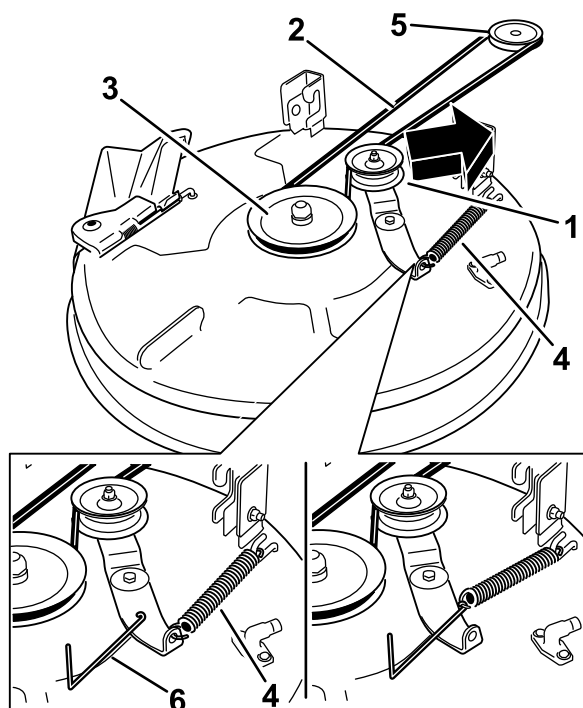
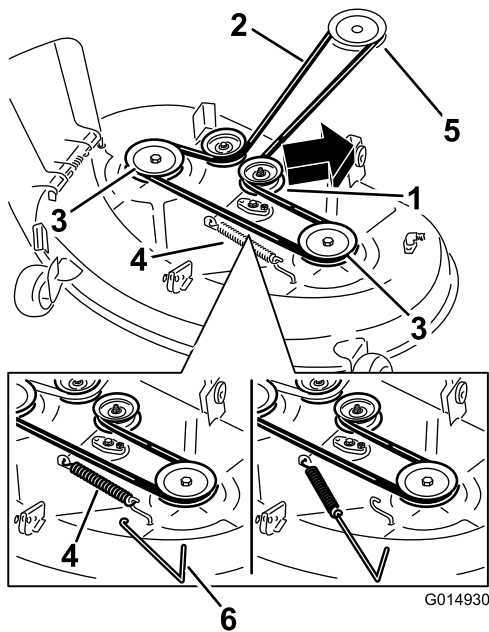

Bild 53
Bild 54
6. Entfernen Sie die Spannscheibenfeder mit einem Werkzeug zur Federentfernung (Toro-Bestellnummer 92-5771) vom Mähwerkhaken, um die Spannung von der Spannscheibe zu nehmen, und rollen Sie den Riemen von den Riemenscheiben (Bild 53 und Bild 54).
7. Verlegen Sie den neuen Riemen um die Motor- und Mähwerkriemenscheiben (Bild 53 und Bild 54).
8. Setzen Sie die Spannscheibenfeder mit einem Werkzeug zur Federentfernung (Toro-Bestellnummer 92-5771) auf den Mähwerkhaben, um die Spannscheibe und den Mähwerkriemen zu spannen (Bild 53 und Bild 54).